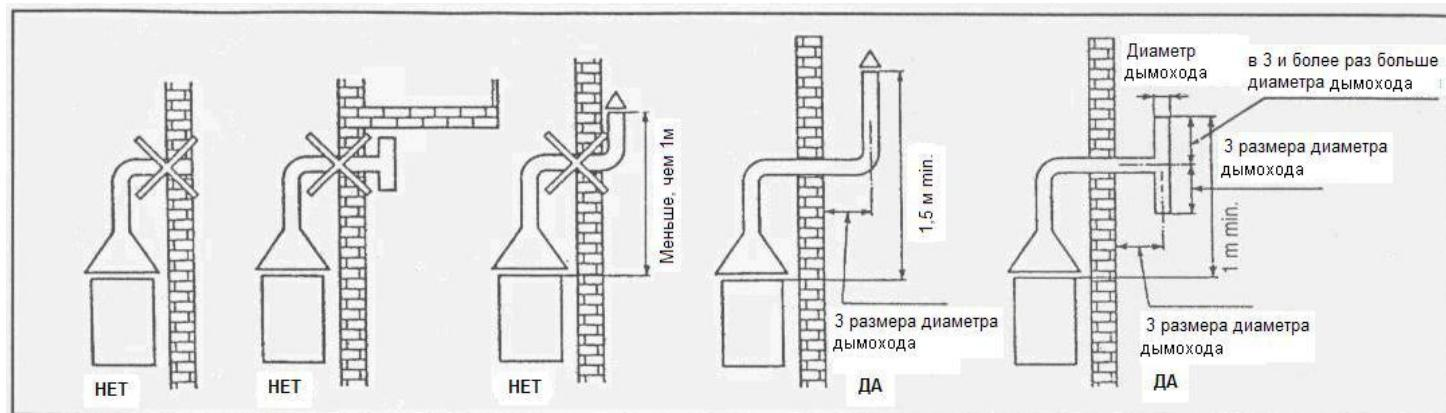

Рис.3
4.4 При отсутствие дымохода, продукты сгорания выводятся за пределы помещения по одной из схем, приведенных на рис. 3, которые разработаны в соответствии с нормами безопасности, действующими в отношении пользования газом.